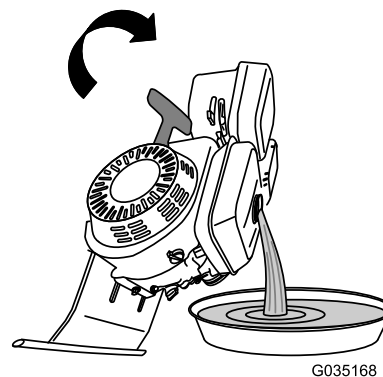

Figura 52
4. Gire el motor sobre la bisagra de la chapa del motor, y vacíe el combustible del depósito (Figura 52).